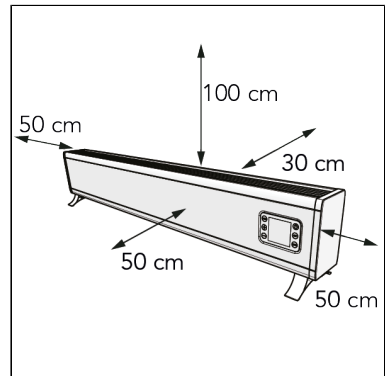

Abbildung 40.
5. Platzieren Sie das Gerät mit einem Mindestabstand (Abbildung 40) von: